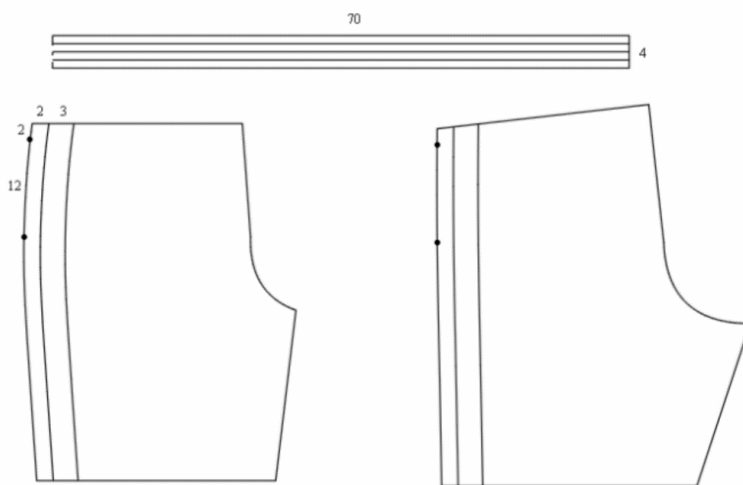

图 4-2-21 运动短裤结构处理
(1) 用“ (剪断线)”和“ (橡皮擦)”工具删除不必要线条，完成短裤基本结构。
(2) 前、后侧缝分别取平插袋开口位置，袋口大小取“12cm”。
(3) 用“ (相交等距线)”工具，在前、后侧缝位置分别做侧缝拼接条。
(4) 用“ (矩形)”工具做腰头，长取“70cm”、宽取“4cm”；将腰头宽取四等分，做松紧带定位线，如图 4-2-21 所示。